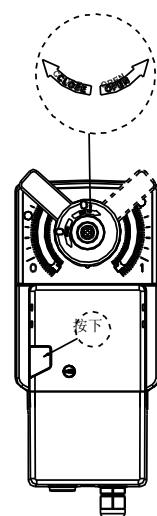

图 7
3. 如图 7，按下离合按键，可手动转动手柄使阀体开关(力过大转不动时需要用工具辅助)。